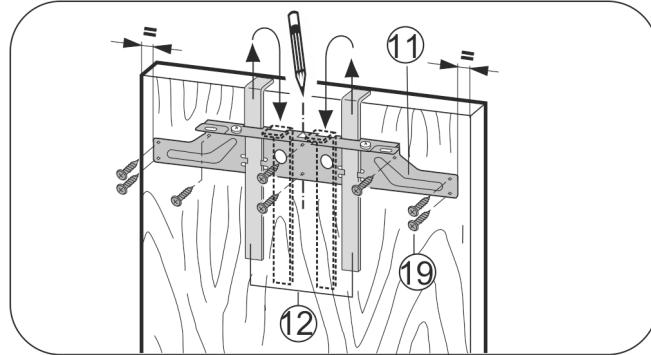

Fig. 18
- ▶ Траверсу кріплення Fig. 18 (11) разом з засобами для монтажу Fig. 18 (12) приладнайте на внутрішню сторону дверцят шафи.
- ▶ Вирівняйте траверсу кріплення Fig. 18 (11) на дверцях посередині.
- ▶ скріпіть траверсу кріплення Fig. 18 (11) не менш ніж 6 гвинтами Fig. 18 (19).
- ▶ скріпіть траверсу кріплення Fig. 18 (11) 4 гвинтами Fig. 18 (19) по краю.
- ▶ Засоби монтажу Fig. 18 (12) підніміть вгору та вкрутіть у розташовані поруч отвори.